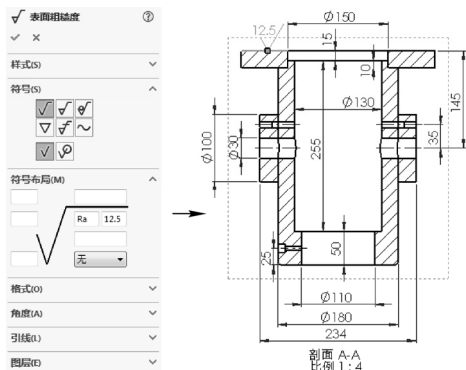

图 7-96 添加表面粗糙度标注
STEP 2 单击“注释”工具栏中的“表面粗糙度符号”按钮，在打开的“表面粗糙度”属性管理器中设置最大粗糙度为“12.5”，单击剖视图上表面标注表面粗糙度，如图 7-96 所示。